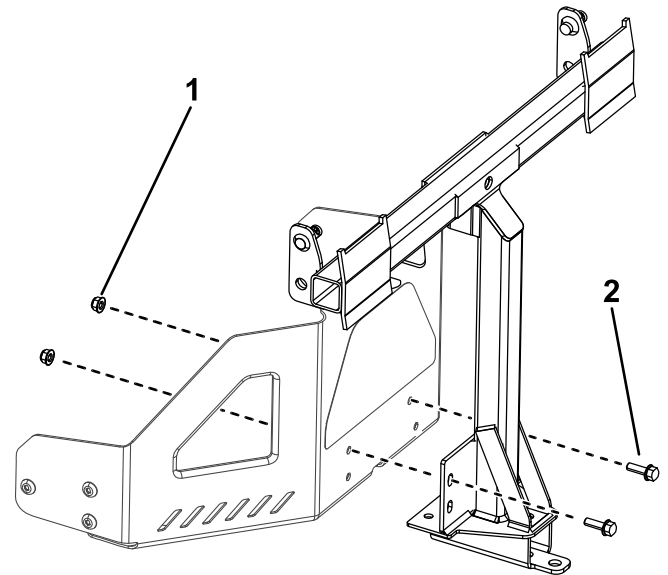

Figure 10
2. Montez le cadre pivotant sur le cadre de la machine comme montré à la Figure 10. Fixez le cadre pivotant à la machine au moyen de 2 boulons (5/16" x 1") et 2 contre-écrous (5/16").